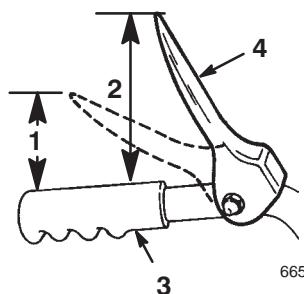

Figure 8
- Vérifiez la distance entre le bas de la manette de tarière/roue hélice et le haut de la poignée du mancheron (Fig. 8). L'écartement doit être d'environ 10 cm.
**Remarque :** La résistance augmente de manière perceptible lorsque la courroie d'entraînement de tarière/roue hélice devient tendue (à peu près à mi-course de la manette). Le réglage est correct si la résistance **commence** à augmenter quand le bout de la manette de commande de tarière/roue hélice se trouve à une distance de 2,5 à 5,0 cm du haut de la poignée (Fig. 8).